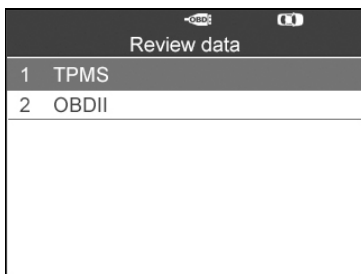

Рисунок 8.1
Используя кнопки прокрутки **вверх/вниз** и **влево/вправо** выберите параметр **Review Data [Просмотр данных]** в главном окне (см. рисунок 3.1), после чего дождитесь появления меню просмотра данных. (См. рисунок 8.1)
- 1) Используя кнопки прокрутки **вверх/вниз** выберите пункт **TPMS** или **OBDII** в меню **Review Data [Просмотр данных]**, после чего нажмите кнопку **Y**. (См. рисунок 8.1)